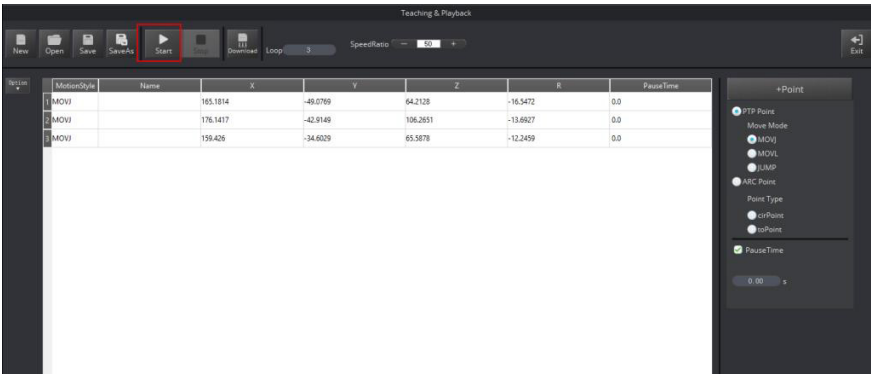

Figura 23: Clique em Start
3.6 Clique em **Start** para executar os movimentos aprendidos acima, como mostrado na Figura 23.